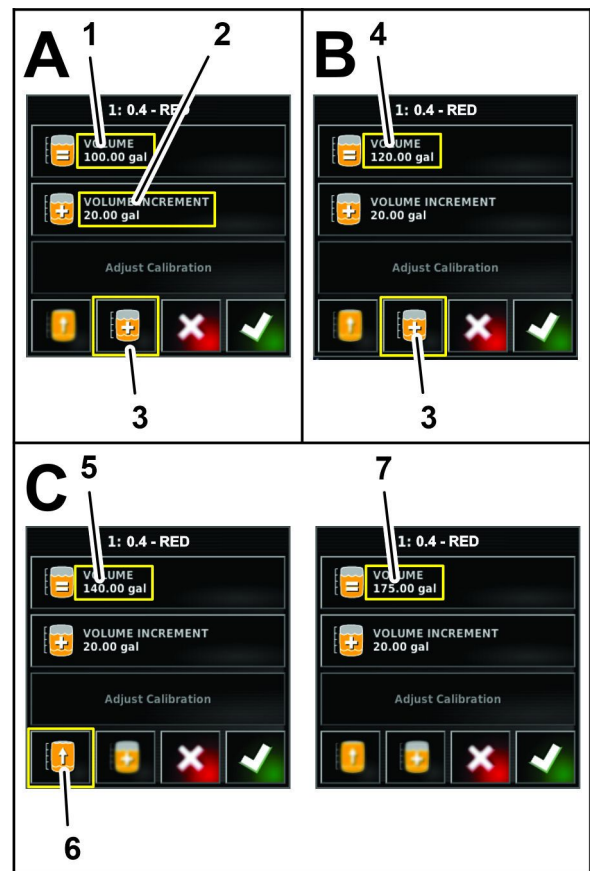

Figura 127
- 4. Si va a añadir productos químicos al agua de forma incremental, pulse el icono INCREMENTOS DE VOLUMEN (Figura 127).
5. Utilice el teclado numérico de la pantalla para introducir el incremento del volumen de producto (como sustancias químicas en el agua) que añadirá al depósito y pulse el Icono Confirmar (Figura 127).
6. Si va a añadir productos químicos al agua de forma incremental, añada el producto al depósito y pulse el icono CANTIDAD DE INCREMENTO DE PRODUCTO (Figura 127).
7. Si va a llenar el depósito a su máxima capacidad con producto o con agua, puede pulsar el icono LLENAR DEPÓSITO A MÁXIMA CAPACIDAD (Figura 127).